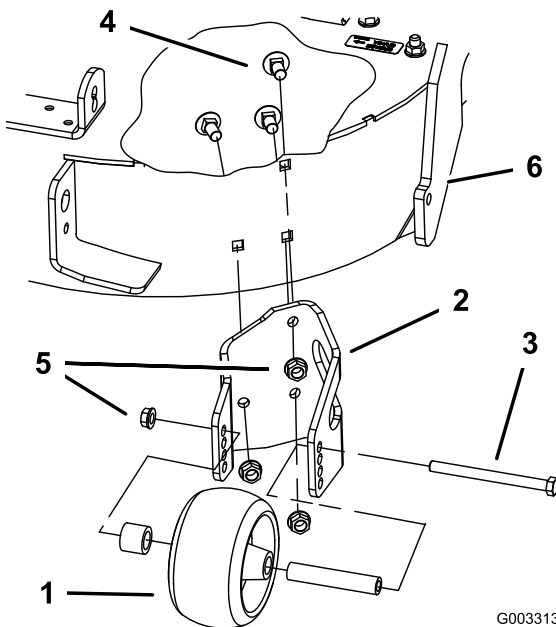

Bild 4
2. Entfernen Sie die Antiskalpierrolle von der Halterung; lösen Sie hierfür die Bundmutter (3/8") den Achsbolzen (3/8" x 4-1/2"), wie in Bild 4 abgebildet. Bewahren Sie alle Befestigungen auf.
3. Entfernen Sie die drei Schlossschrauben (3/8" x 3/4") und Bundmutter (3/8"), mit denen die Halterung am Mähwerk befestigt ist (Bild 4).